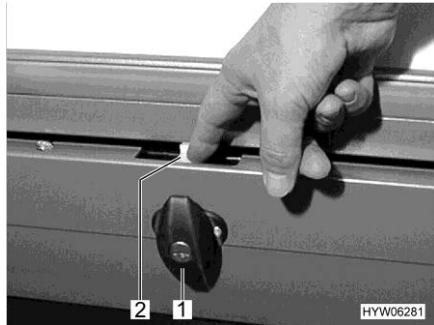

Fig. 58 Sicurezza (gavone estraibile sottopavimento)
- Aprire la serratura dello sportello (Fig. 58,1) come sopra descritto.
- Premere la sicurezza (Fig. 58,2) verso il basso, tenerla premuta ed estrarre il gavone sottopavimento.